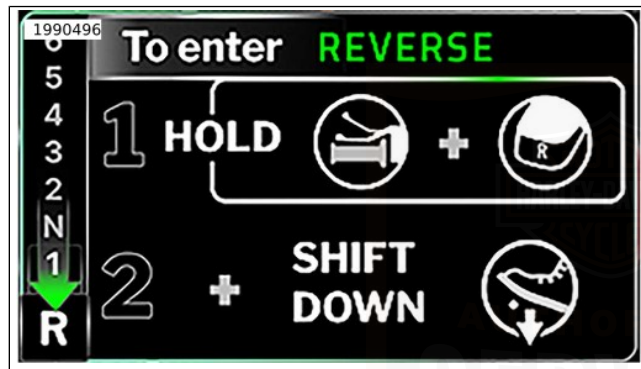

Abbildung 71. Rückwärtsgang einlegen
2. Siehe Abbildung 71. Das Instrument zeigt an, dass das Fahrzeug für den Rückwärtsgang bereit ist.